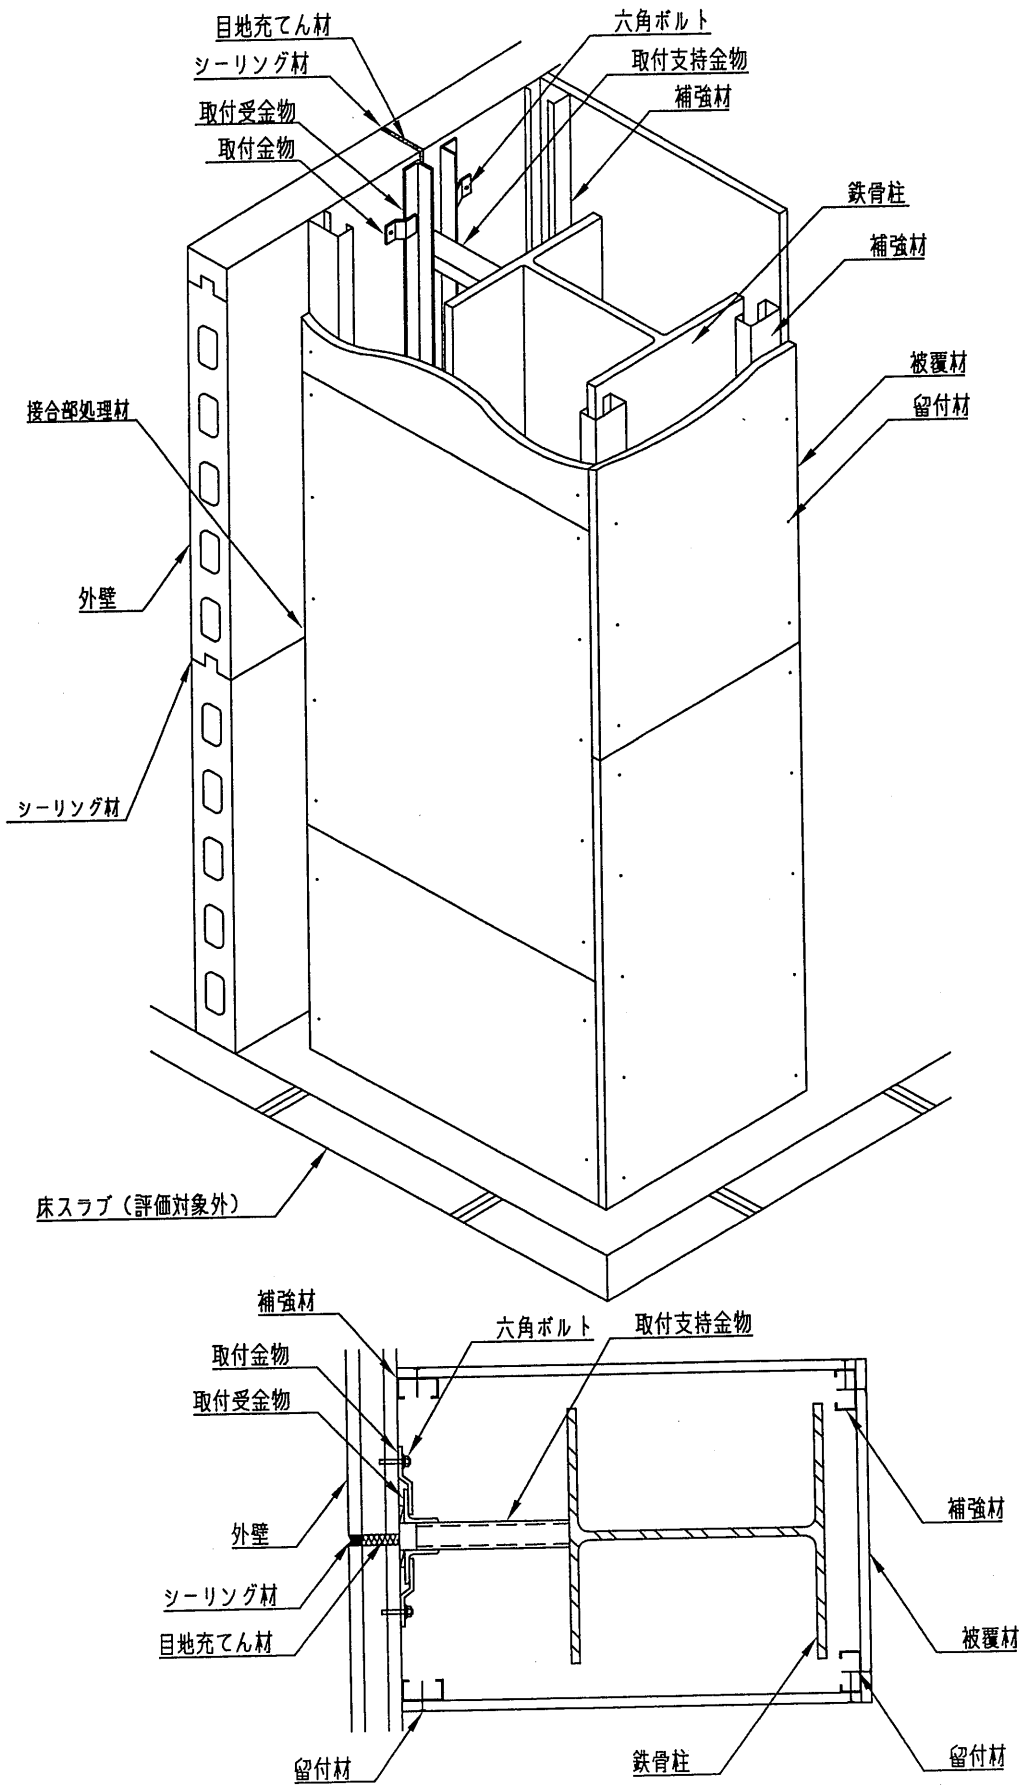

図10 施工図 (浮かし張補強材仕様)
施工図を図8～図10に示す。
③浮かし張補強材仕様（図10に示す。）